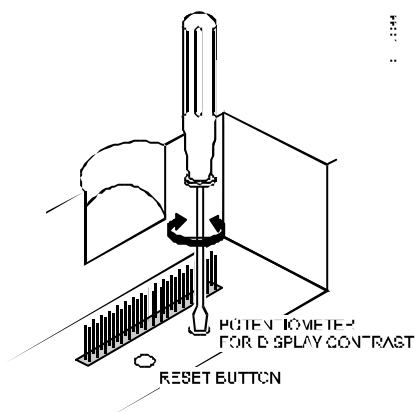

Fig. 42. Ajuste del contraste de pantalla.
3. Ajustar el contraste de la pantalla con ayuda de un destornillador según Fig. 42.